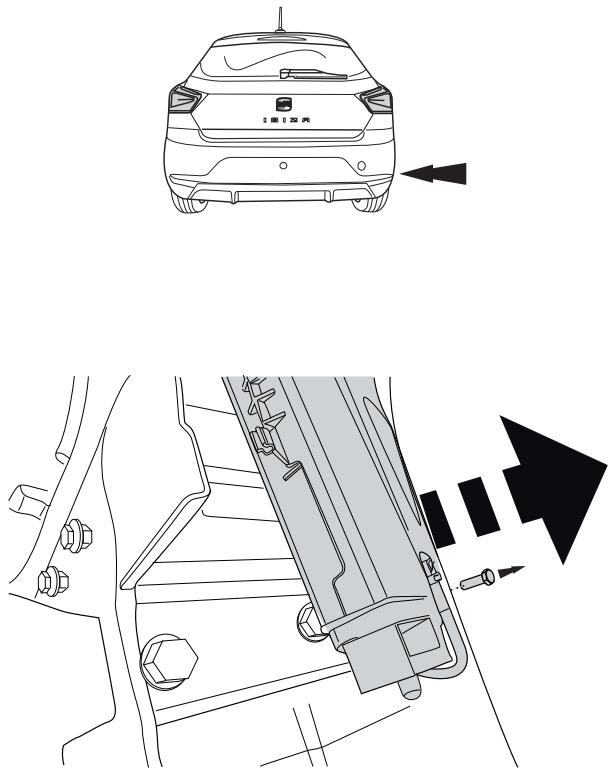

Fig. 2
4. Снять указанные детали. См. рисунок 2.